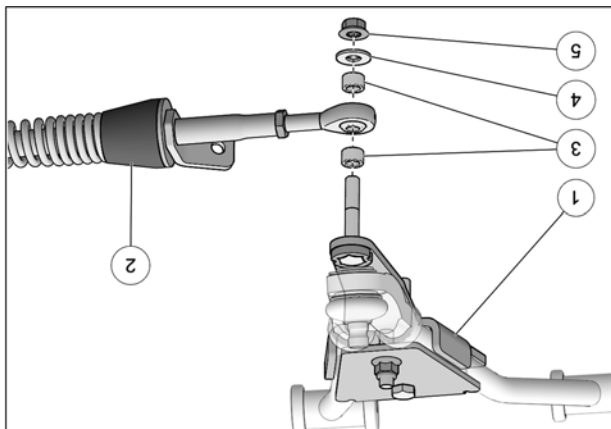

Fig. 19
8. Fixer le bras stabilisateur (2) à l'ancrage de suspension (1) à l'aide des deux espaces (3), de la rondelle (4) et de l'écran autobloquant (5). Serrer à un couple de 70 N•m [52 lb•pi]. Voir la Fig. 19